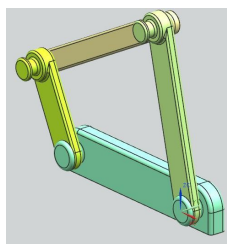
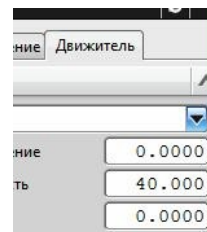

рис.24
рис.26
- Из директории *Prim\_Zaklin* вызовите только четыре готовых детали (с совпадением абс. координат), и сформируйте из них сборку как показано на рис. 24.
- В шарнир J005 (около него на рис.24 стоит РСК) вставим постоянный движитель(рис.26) .